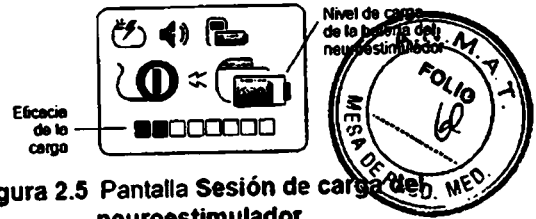

Figura 2.5 Pantalla Sesión de carga del neuroestimulador.
- b. Cuando comience la carga, aparecerá la pantalla **Sesión de carga del neuroestimulador**. Esta pantalla indica el nivel de carga de la batería del neuroestimulador y la eficacia de la sesión de carga (Figura 2.5).